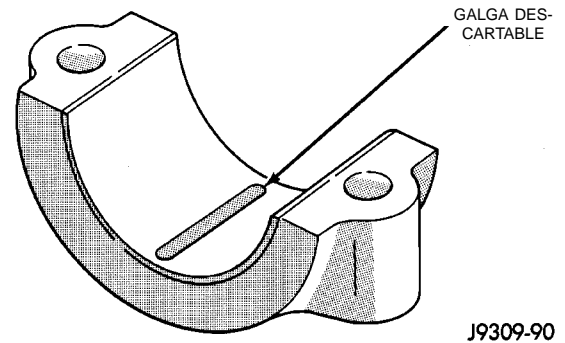

Fig. 2 Colocación de la galga descartable en el casco de cojinete
(1) Coloque un trozo de galga descartable a lo ancho del casco de la tapa del cojinete (Fig. 2). Colóquelo a unos 6,35 mm (1/4 de pulg.) del centro y apartado de los orificios de aceite. También se pueden verificar áreas dudosas colocando una galga descartable en las mismas. Apriete los pernos de la tapa del cojinete que desea verificar con una torsión de 108 N·m (80 lbs. pie) (Motor de 4.0L). Apriete los pernos de la tapa del cojinete que desea verificar con una torsión de 115 N·m (85 lbs. pie) (Motor de 5.2/5.9L). **NO gire el cigüeñal ya que podría desviarse la galga descartable y obtenerse resultados inexactos.**
(1) Elimine la película de aceite de la superficie que desea verificar. Las galgas descartables son solubles en aceite.
(2) Coloque un trozo de galga descartable a lo ancho del casco de la tapa del cojinete (Fig. 2). Colóquelo a unos 6,35 mm (1/4 pulg.) del centro y apartado de los orificios de aceite. También se pueden verificar áreas dudosas colocando una galga descartable en las mismas.
(3) El cigüeñal debe girarse hasta que la biela que debe verificarse comience a moverse hacia la parte superior del motor. Sólo entonces debe montarse la tapa de biela con la galga descartable en posición.
(4) Retire la tapa del cojinete y compare la anchura de la galga descartable aplanada con la escala métrica provista en el envase (Fig. 2). Las galgas descartables generalmente tienen 2 escalas (una en pulgadas y otra métrica). Localice la franja que más se aproxima a la anchura de la galga descartable. Esta franja indica la luz. La diferencia de lectura entre los extremos indica el grado de conicidad. Registre todas las lecturas efectuadas (consulte Especificaciones del motor).
(5) Las galgas descartables se proveen para distintos márgenes de luz. El margen de 0,025-0,076 mm (0,001-0,003 pulg.) suele ser el más apropiado para verificar la luz de cojinetes del motor.